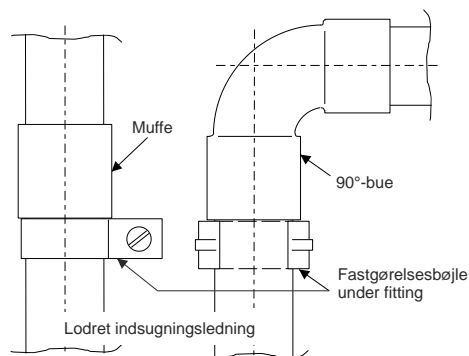

Fig. 34 Lodret indsugningsledning
- Hvis indsugningsledningen eller dele heraf lægges lodret (fx i et stigrør), skal det sikres, at rørene ikke kan glide ned (fastgør klemmerne direkte under fittingsene som vist i Fig. 34).